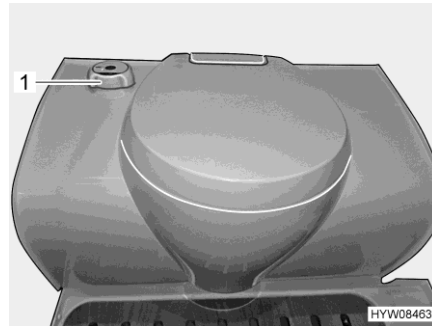

Bild 109 Thetford-Toilette
- Schieber öffnen:* ■ Drehgriff (Bild 109,1) entgegen dem Uhrzeigersinn drehen.
- Schieber schließen:* ■ Drehgriff (Bild 109,1) im Uhrzeigersinn drehen.